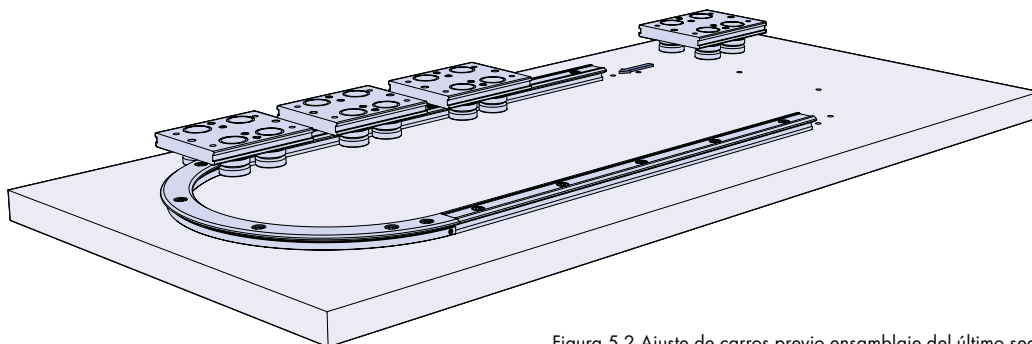

Figura 5.2 Ajuste de carros previo ensamblaje del último segmento curvo
5.2 Para ensamblar los carros, hay dos métodos distintos que se pueden utilizar. El primero es tal y como se muestra en la figura 5.2. Los carros se suministran completamente ajustados y se pueden colocar en el sistema antes de ajustar el último segmento curvo. Si los carros llevan lubricadores, el fieltro se tiene que empujar hacia el cuerpo del lubricador para poder introducir los carros en la guía. Se puede colocar una pequeña goma elástica para mantener los fieltros en su lugar mientras los carros son introducidos en la guía. Una vez finalizado este proceso, se corta la banda elástica y se elimina del lubricador.